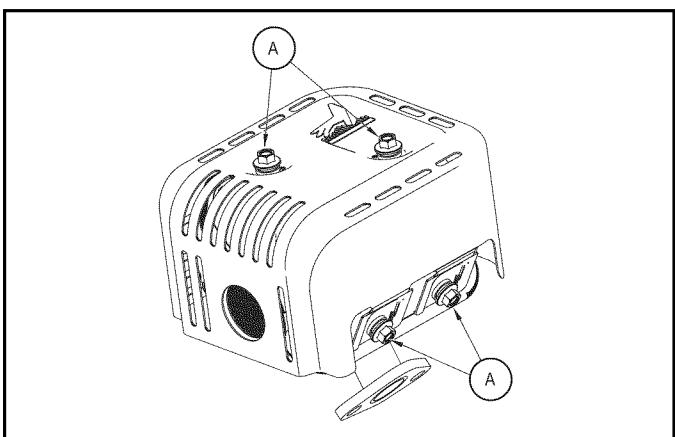

Figure 6-10. Enlever le protecteur thermique
- Enlevez le protecteur thermique du silencieux en desserrant les quatre (4) boulons (A) (Figure 6-10).